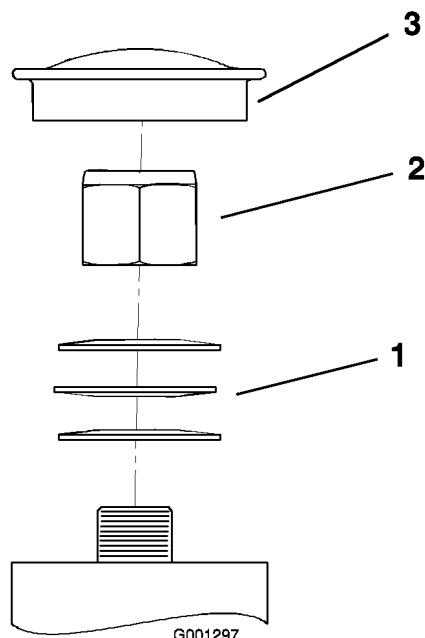

Figure 42
3. Retirez le capuchon anti-poussière de la roue pivotante et serrez le contre-écrou (Figure 42).
4. Continuez de le serrer jusqu'à ce que les rondelles élastiques soient aplatis, puis desserrez-le de 1/4 de tour pour obtenir la précharge correcte des roulements (Figure 42).
5. Remettez le capuchon anti-poussière en place (Figure 42).